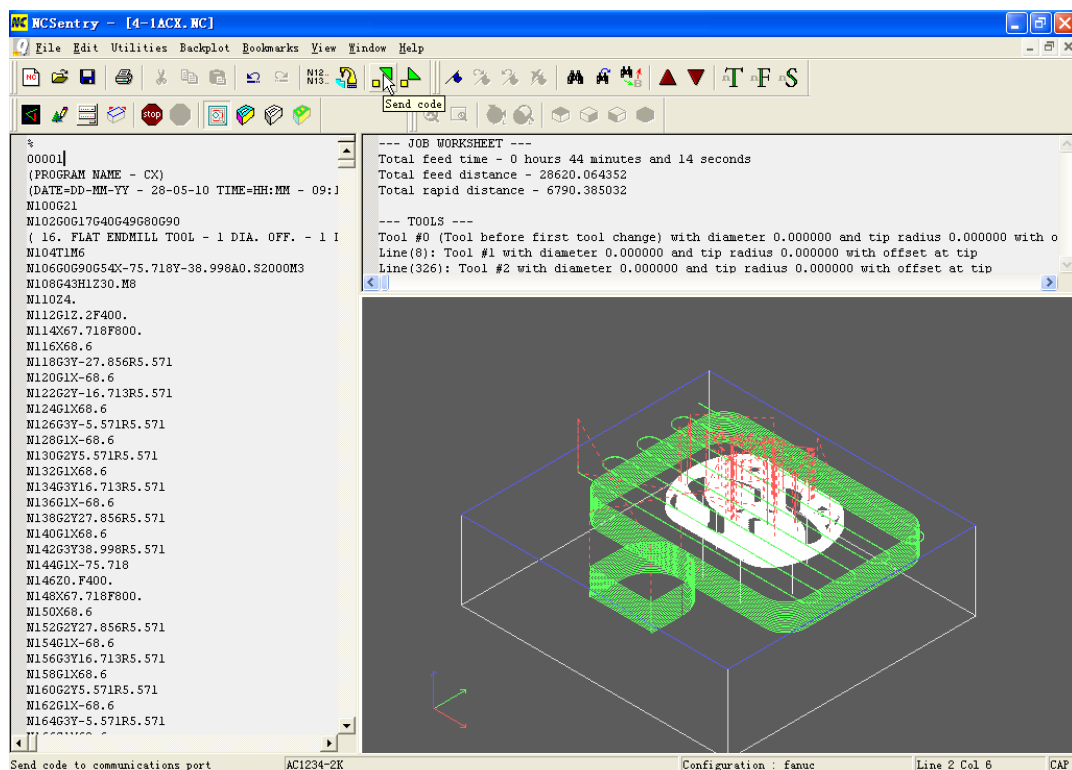

图 4-50 NCSentry 传输软件界面
1) 电脑方：双击电脑桌面图标，启动传输软件 NCSentry，打开所要传输的文件，比如 4-1ACX.NC，如图 4-50 所示。